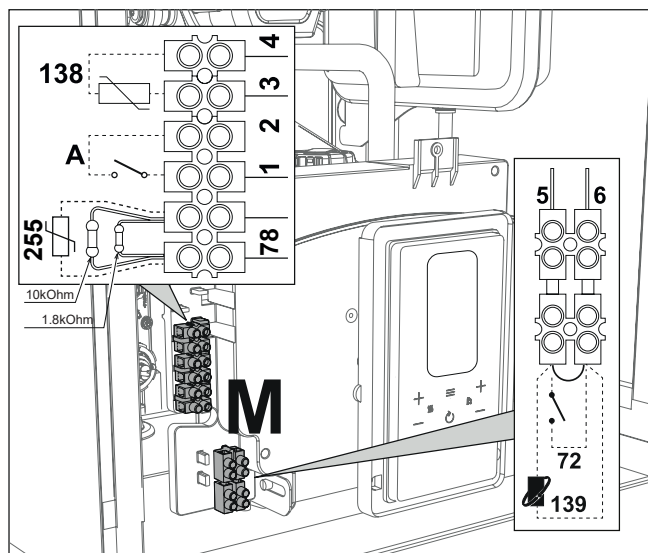

Рис. 29
После снятия передней панели (см. «Открытие передней панели» на стр. 39) можно получить доступ к клеммным колодкам (M) и предохранителю (F), действуя согласно нижеприведенным указаниям (рис. 29 и 30). **Клеммы, указанные на рис. 29, должны иметь чистые контакты (не 230 В).** Расположение зажимов и их назначение показаны также на электрической схеме на рис. 66.
## Конфигурация выключателя ON/OFF (А рис. 29)